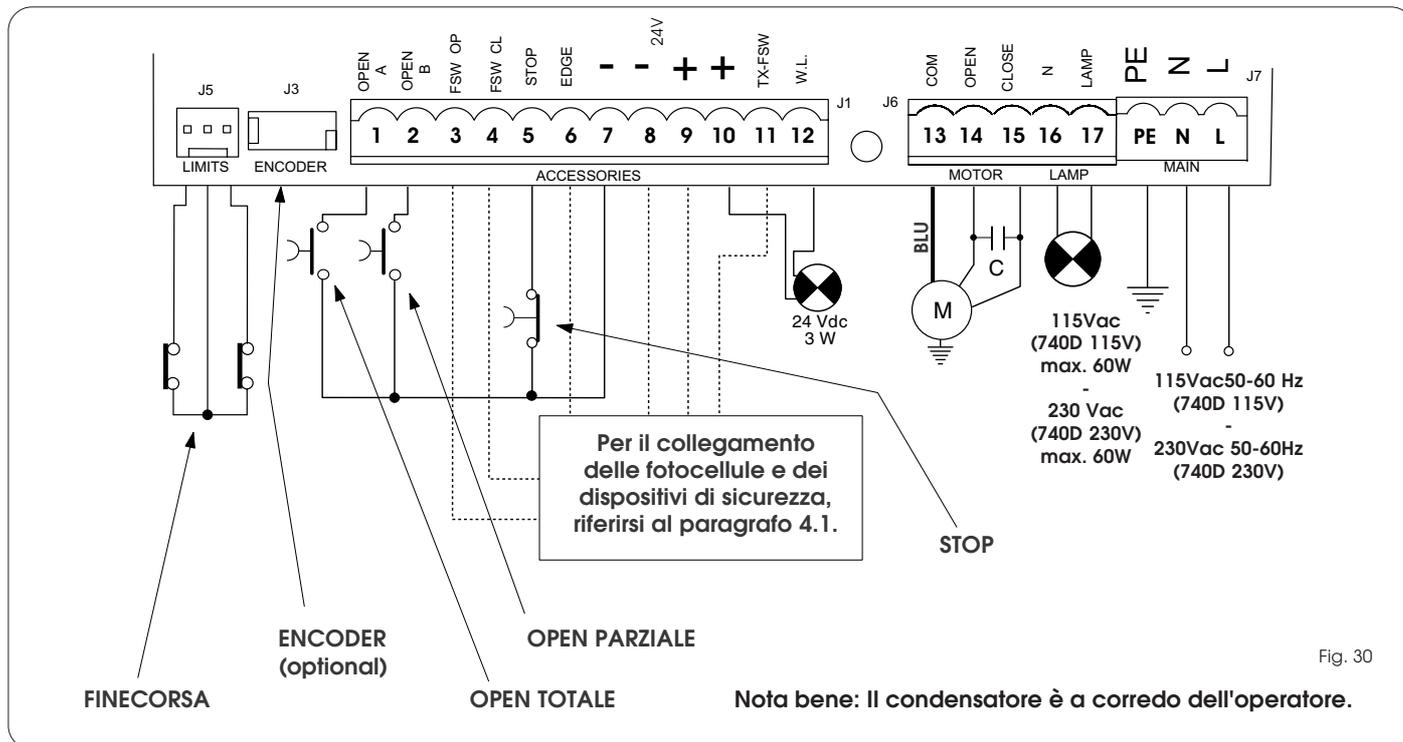

Fig. 30
- Collegare il cavo di terra all'apposito morsetto previsto sul connettore J7 dell'apparecchiatura (vedi fig. 30).
4.2. Morsetti J7 - Alimentazione (fig. 30)
4.3. Morsetti J6 - Motori e lampeggiatore (fig. 30)
4.4. Morsetti J1 - Accessori (fig. 30)
4.6. Connettore J6 - Innesto rapido Finecorsa (fig. 30)
Questo ingresso è predisposto per la connessione rapida dei finecorsa di apertura e di chiusura che possono dare l'arresto dell'anta, oppure l'inizio del rallentamento, oppure la frenata (vedi programmazione avanzata Par. 5.2.). Nei motoriduttori dove è prevista la centrale incorporata, questo collegamento è già precablato di serie (fig. 30). Per la direzione di apertura dell'anta vedi programmazione avanzata Par. 5.2.
4.7. Connettore J3 - Innesto rapido Encoder (fig. 30)